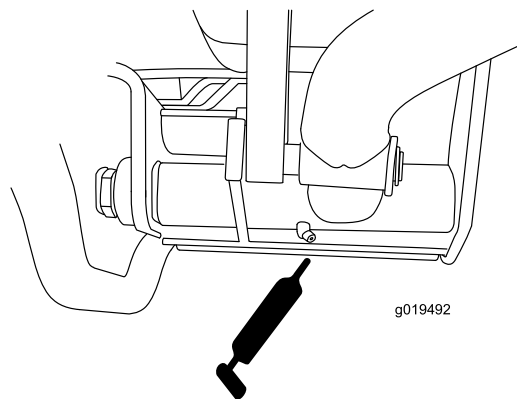

Figura 48
- Perni del braccio di sollevamento posteriore (2) (Figura 48).